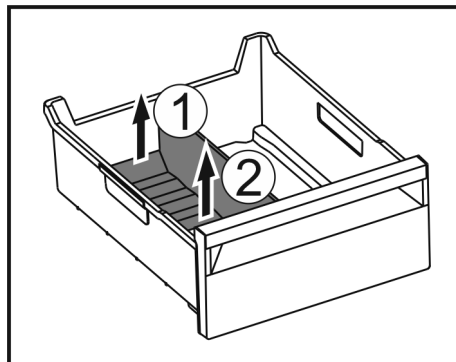

Fig. 61
- ▶ Приподнимите заднюю часть разделителя отделения для льда. Fig. 61 (1)
- ▶ Извлеките разделитель отделения для льда движением вверх. Fig. 61 (2)